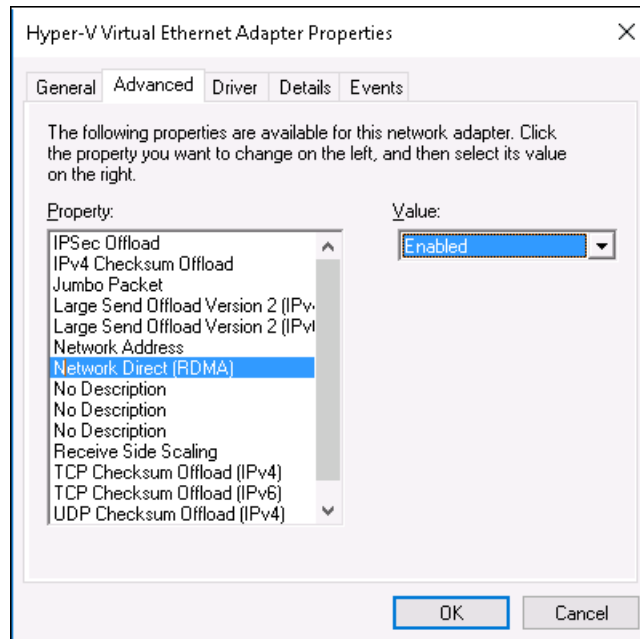

Figura 9-2. Hyper-V Virtual Ethernet Adapter Properties (Propiedades del adaptador Ethernet Virtual de Hyper-V)
3. En la página **Advanced** (Avanzado) (Figura 9-2):